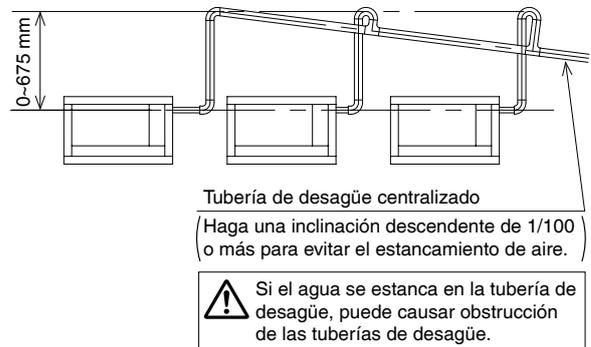

Fig. 17
- Para evitar tensión excesiva en la manguera de desagüe (2) conectada, evite doblarla o torcerla. Esto puede causar fugas de agua.
- En el caso de las tuberías de desagüe centralizadas, lleve a cabo la instalación de la tubería de acuerdo con el procedimiento que se muestra en la siguiente Fig. 17.